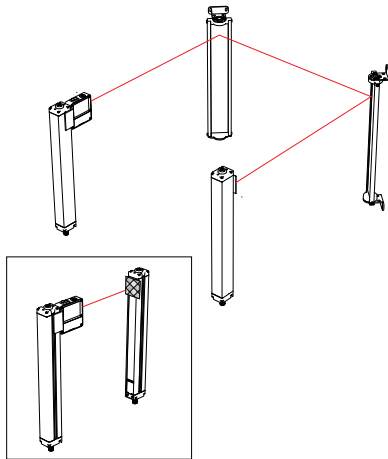

Figura 12. Allineamento ottico utilizzando il LAT-1-SS
**Nota:** Il dispositivo di allineamento laser LAT-1-SS risulta molto pratico grazie al punto rosso visibile lungo tutto l'asse ottico. Per maggiori informazioni, vedere Figura 12 (pagina 36) e la Nota applicativa di sicurezza Banner SA104 (codice 57477)